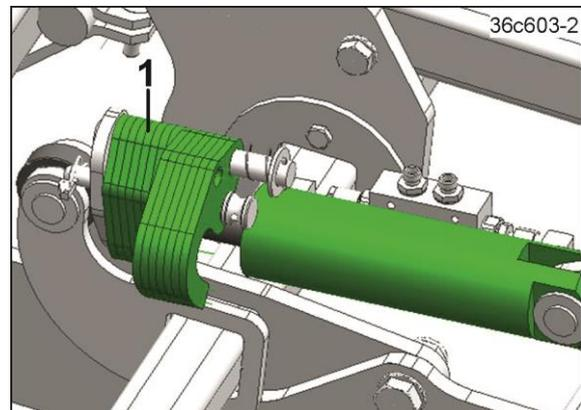

Fig. 220
- 7.1 Der Hydraulikzylinder legt sich an den Anschläge (Fig. 220/1) an.